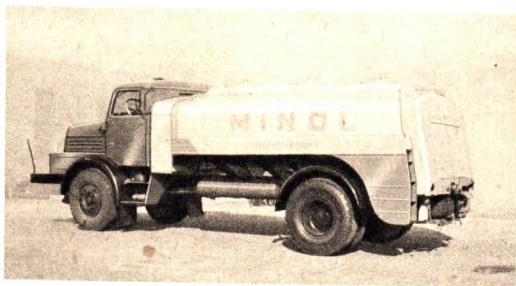

Abb. 24/2
**2. Raummessung von Flüssigkeiten.** In der Milchverkaufsstelle mißt die Verkäuferin eine bestimmte Menge Milch mit Hilfe eines Meßgefäßes ab. Sie verwendet dazu ein *Liter-, Halbliter-, Viertelliter- oder Achtellitermaß* (Abb. 24/1).